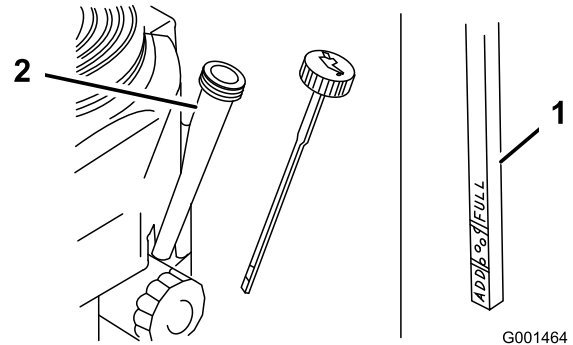

Figure 34
4. Nettoyez la surface autour de la jauge d'huile (Figure 34) pour éviter que des impuretés ne s'introduisent dans le goulot de remplissage, ce qui risquerait d'endommager le moteur.
5. Retirez la jauge d'huile et essuyez soigneusement son extrémité (Figure 34).
6. Remettez la jauge au fond du tube de remplissage, mais sans la visser (Figure 34).
8. Versez avec précaution environ 80 % de la quantité d'huile spécifiée dans le goulot de remplissage (Figure 34)